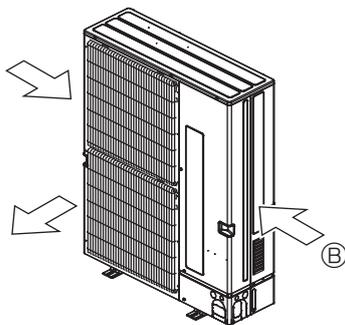

Fig. 2-16
- ② Εγκαταστήστε τη μονάδα με τρόπο ώστε ο αέρας που βγαίνει από το στόμιο εξαγωγής να φυσά κάθεται σε σχέση με την κατεύθυνση του ανέμου, εάν αυτό είναι δυνατό. (Fig. 2-16)